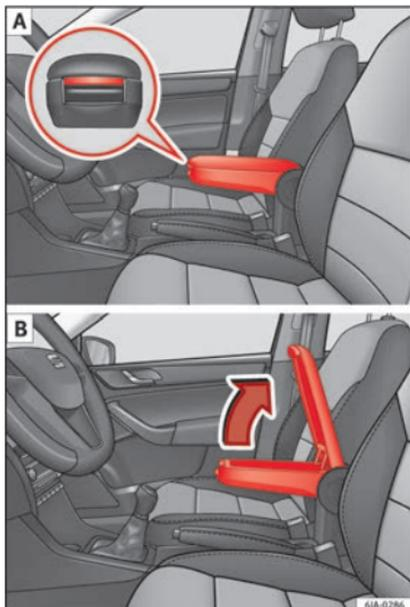

Fig. 144 Accouder/ouvrir et fermer le rangement.
- Appuyez sur la touche située à l'avant de l'accouder » fig. 144 - [A].
- Soulevez la trappe du rangement » fig. 144 - [B].